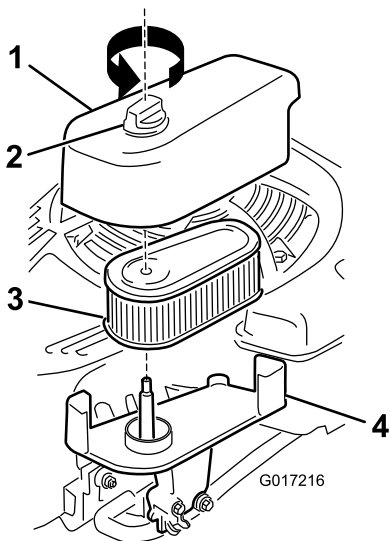

Bild 30
1. Lösen Sie die Befestigung und nehmen Sie die Luftfilterabdeckung ab (Bild 30).